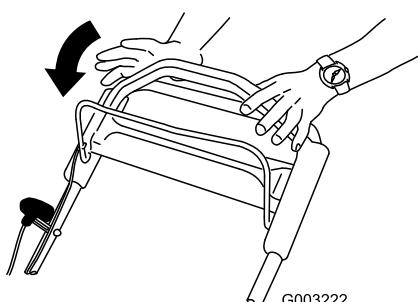

Bild 20
1. Lassen Sie den Schaltbügel los (Bild 20).